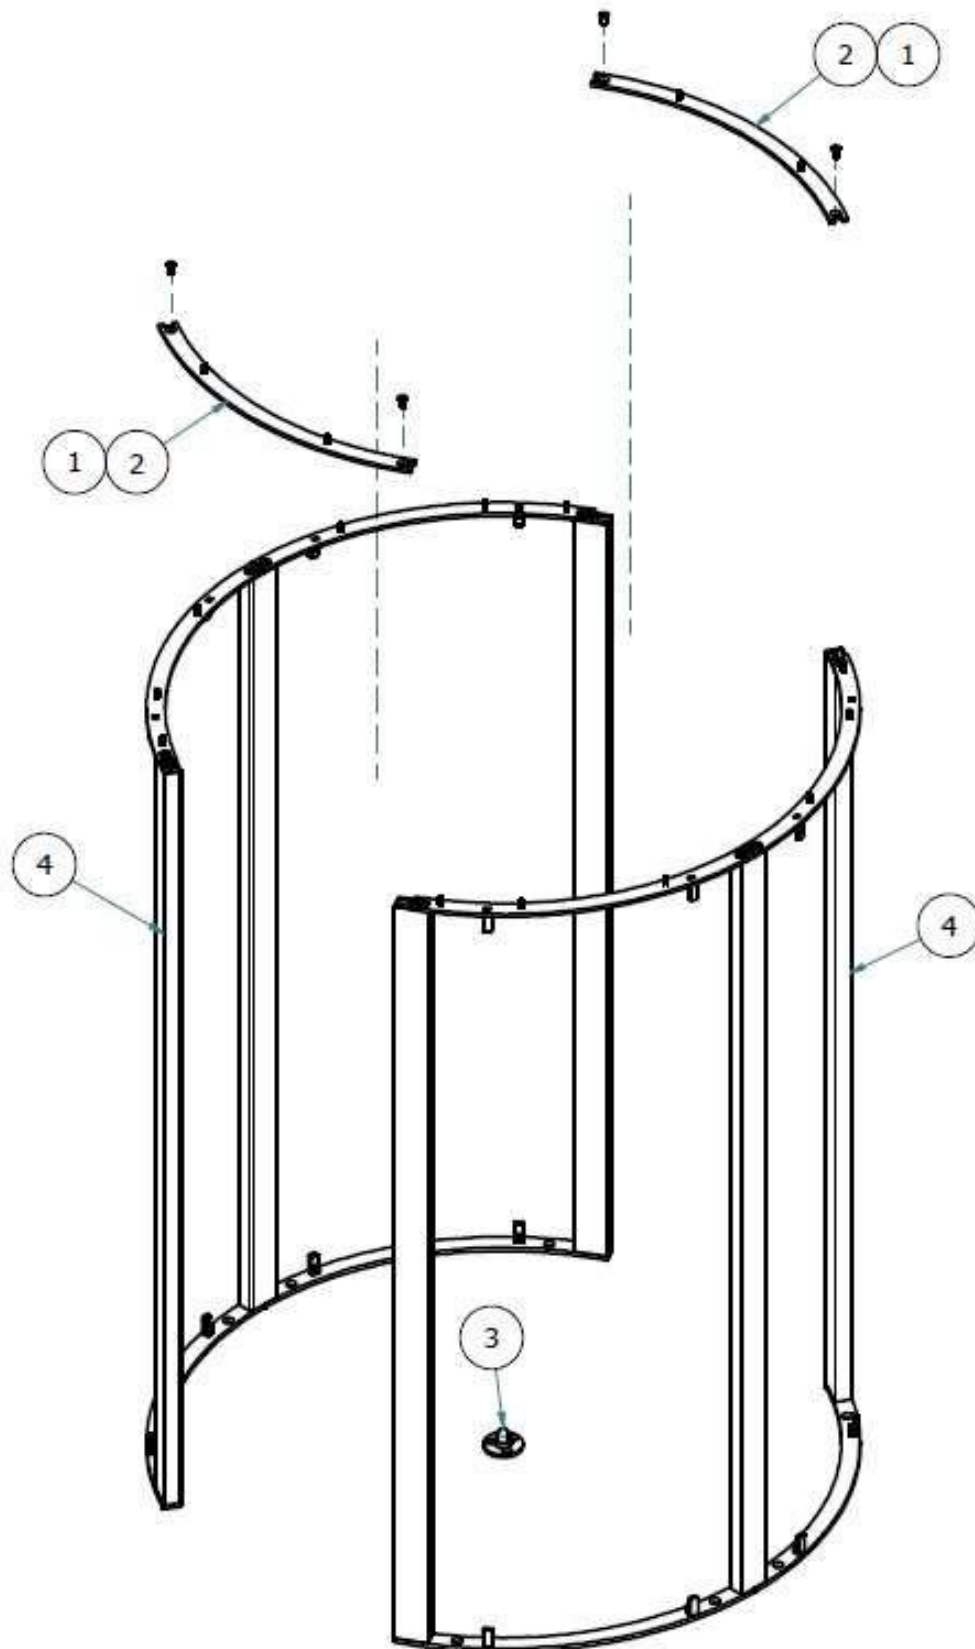

Abbildung 9: SCHRITT 2 - Montage des Rahmens
- 5.6. Verbinden Sie die beiden Seitenhälften mit dem oberen Ring 3 und den Senkkopfschrauben wie in *Abbildung 9*.